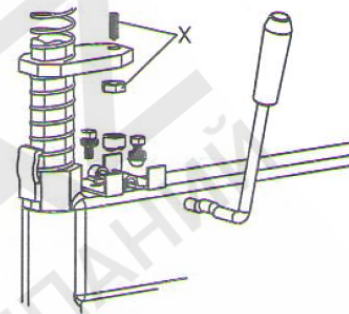

Рис.19
**Примечание.** Отрегулировать положение монтажной пластины (X) согласно рис.19, если вертикальная направляющая не фиксируется или монтажная головка в рабочем положении находится более чем в 2-3 мм от обода колеса.